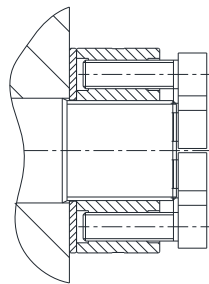

図 4:
- プレッシャースクリュー(部番 1.3)の先端がナットのワッシャー側端面から飛び出していないことを確認して下さい(図 4 をご参照)。
- ワッシャー(部番 1.2)をボルト(部番 2)のねじ部に通して取付け部品の接触面に当てて下さい。その後、ナット(部番 1.1)をワッシャーに当たるまで手で締付けて下さい(図 4 をご参照)。
全ての部品の間隙が無いように重ねて取付けて下さい(図 4 をご参照)。